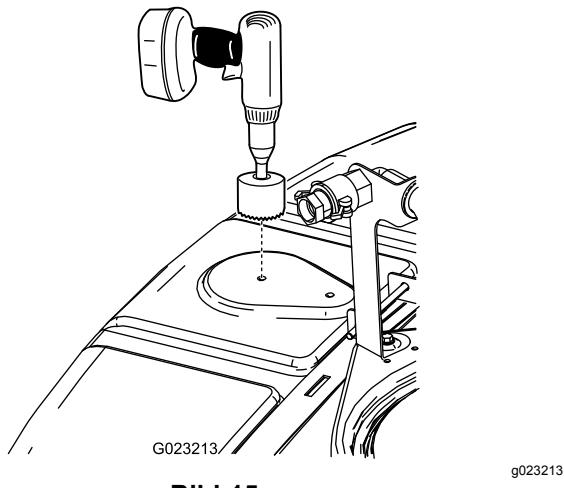

Bild 15
- 2. Ermitteln Sie die vordere Stelle oben am Behälter, wie in Bild 15 abgebildet.
3. Benutzen Sie eine 9 cm Lochsäge, um ein Loch in die Bohrmarkierung zu bohren (Bild 15).